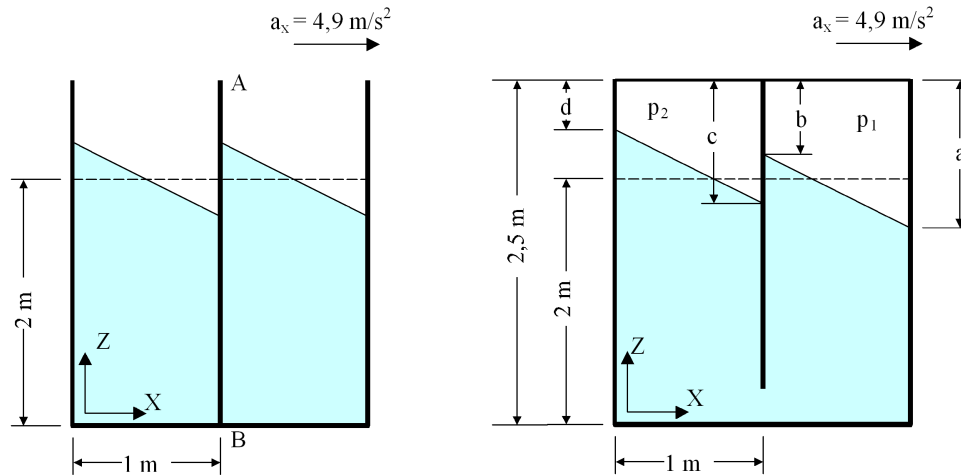

Figura 1.35: Tanque con dos compartimentos.
Dos depósitos idénticos, de dimensiones las indicadas en la figura 1.35 y de una anchura de 1 m en dirección normal al papel, se encuentran sometidos a una aceleración horizontal de $4,9 \text{ m/s}^2$, y están separados por una placa vertical AB . El agua antes de acelerar los depósitos está a un nivel de 2 m por encima del fondo. Supuesto el fluido en reposo respecto a los depósitos, se pide:
- 4º) Calcular las dimensiones a , b , c y d indicadas en la figura 1.35 y las presiones p_1 y p_2 en cada depósito.